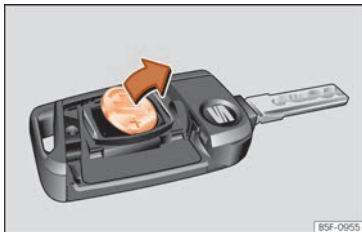

Abb. 74 Fahrzeugschlüssel: Batterie herausnehmen.
- Batterie mit einem geeigneten dünnen Gegenstand aus dem Batteriefach heraushebeln »» **Abb. 74**.
- Neue Batterie wie gezeigt ansetzen »» **Abb. 74** und entgegen der Pfeilrichtung in das Batteriefach drücken »» ⚠.